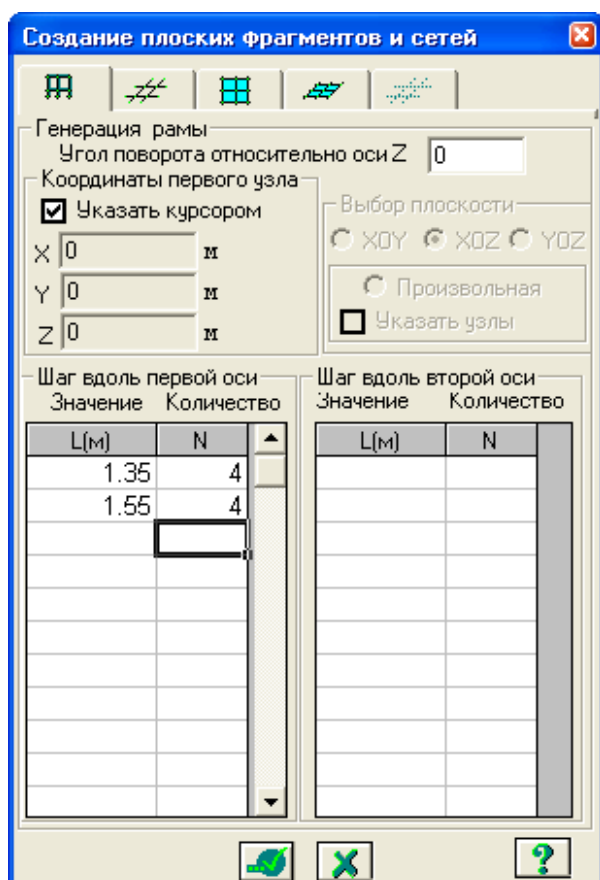

Рис.7.8. Диалоговое окно **Создание плоских фрагментов и сетей**
- Остальные параметры принимаются по умолчанию (рис.7.8).